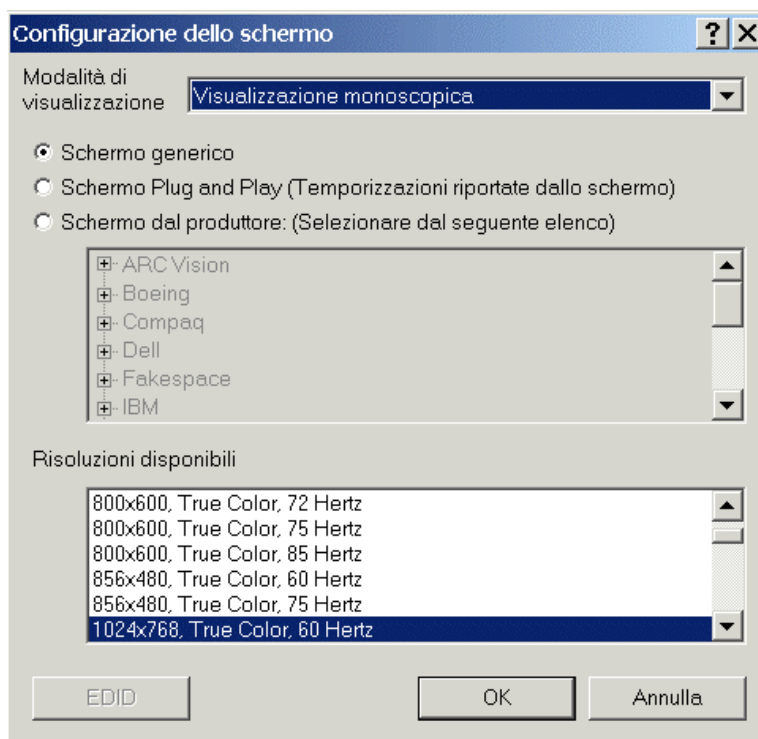

Figura 9. Configurazione dello schermo
3. Sulla finestra di dialogo delle Proprietà di visualizzazione dello schermo 3Dlabs, fare clic su Configurare lo schermo per modificarne la modalità, selezionarne il tipo, e modificare la risoluzione e la frequenza di aggiornamento (vedi Figura 9). Appena inserite le modifiche richieste, fare clic su OK per accettare la nuova configurazione e chiudere il dialogo. Si passa quindi alla finestra di dialogo Proprietà di visualizzazione dello schermo 3Dlabs.
2. Nel dialogo Proprietà Schermo, fare clic su Configurare lo schermo sulla scheda Schermo Intense3D. Appare la finestra di dialogo omonima (vedi Figura 9, sopra).